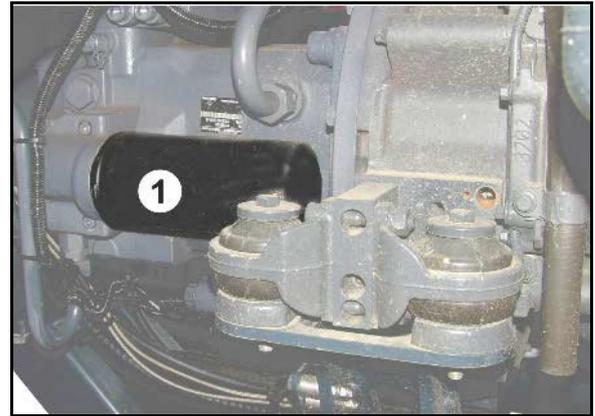

Fig. 189
1. Ouvrir le couvercle (Fig. 189/1) à gauche du toit de la cabine.
2. Déverrouiller le filtre (Fig. 189/2), le retirer et le remplacer.